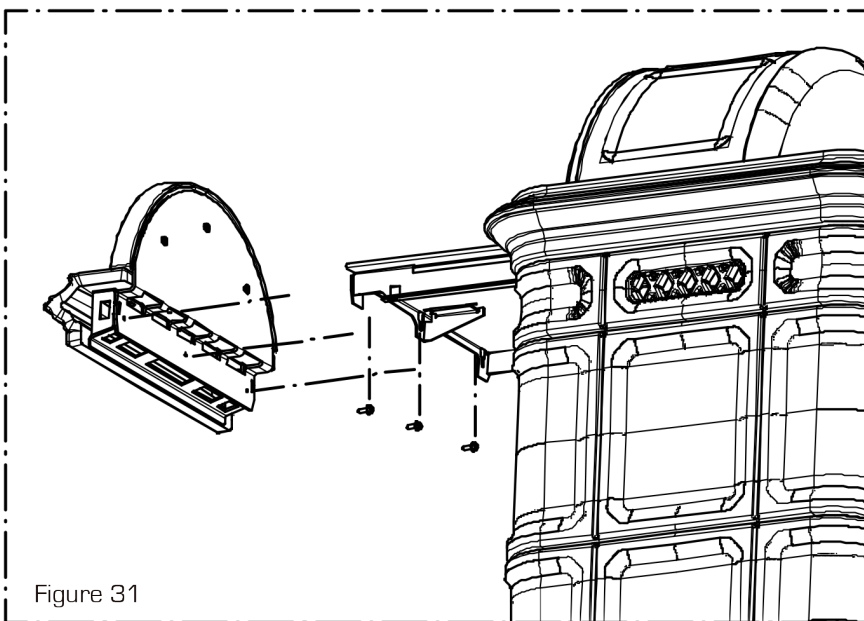

Figure 31
- Fixer l'ensemble composé de la céramique U et de la céramique L avec les vis conservées lors du démontage (voir photo 13) (Figure 31)